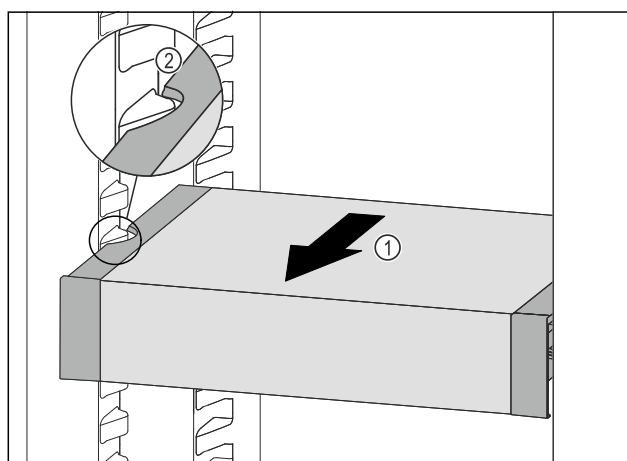

Fig. 96
- ▶ Predal VarioSafe povlecite naprej Fig. 96 (1), dokler nista stranska izreza predala VarioSafe na višini nastavka za posodo v hladilniku. Fig. 96 (2)